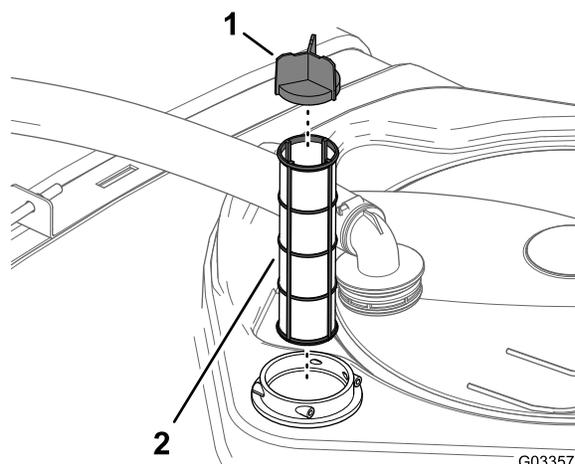

Рисунок 29
4. Извлеките фильтр линии всасывания из его корпуса в баке (Рисунок 29).